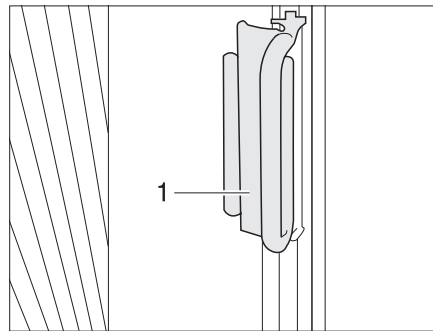

Fig. 15 Impugnatura tendina oscurante pieghevole del parabrezza
- Afferrare l'impugnatura (Fig. 15,1) delle tendine oscuranti pieghevoli su entrambi i lati del parabrezza e chiudere verso il centro del parabrezza tirando con prudenza finché il fermo magnetico non blocca la tendina oscurante pieghevole.
- Spingere l'impugnatura (Fig. 15,1) sul sopralzo. La tendina oscurante pieghevole è ora bloccata.